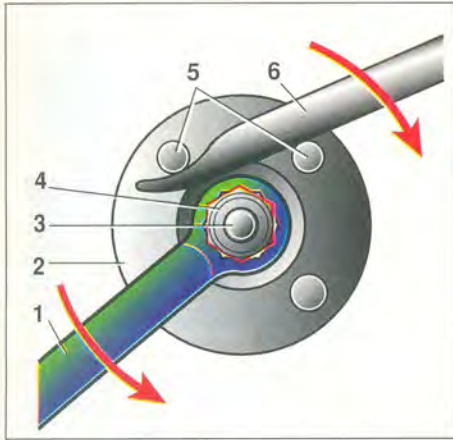

Рис. 2. Способ отворачивания гайки ведущей шестерни: 1 – ключ; 2 – фланец; 3 – хвостовик; 4 – гайка М16х1,5; 5 – болты М8; 6 – монтажная лопатка.
**Первое.** При установке пружинной шайбы 9 и стопорного кольца 1 (см. рис. 2) на ведущем вале непременно "просадите" стопорное кольцо ударами молотка. Оно должно полностью надежно сесть в канавку вала, в противном случае может выскочить – вал станет "плавать". Это же касается и ведомой шестерни заднего хода, которая стопорится относительно вала так же.
**Второе.** При установке пружинной шайбы 5 (см. рис. 2) картер коробки передач стыкуют с картером сцепления. Шайба при этом может выпасть и сломаться еще при сборке. Избежать этого несложно. Отверстие картера сцепления, где должна быть установлена шайба, обильно смазывают Литолом, вкладывают шайбу, а уж после этого аккуратно соединяют части агрегата. Шайба не выпадет.
Отворачивая (или заворачивая) гайку, приходится удерживать от вращения фланец 16 редуктора. Для этого хорош специальный ключ, но при разовых работах достаточно воспользоваться приемом, показанным на рис. 2. В отверстия фланца вставляют два болта М8, после чего между ними просовывают подходящей стальной стержень (например, монтажную лопатку) и так удерживают фланец от вращения.